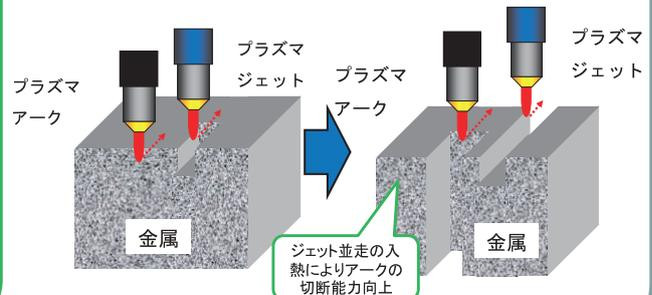

図3 連携切断による厚板金属の切断能力向上例
- **厚板金属の切断**プラズマアーク切断時に、プラズマジェットを並走させ入熱することにより、単独切断時よりも切断能力が1割程度向上。(図3.)